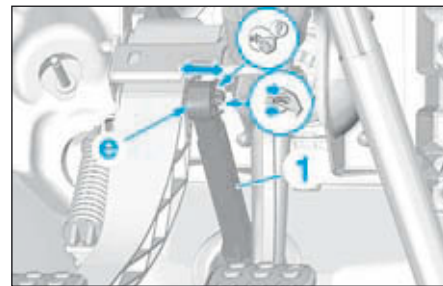

FIG.12
- S'assurer du bon clipage de la tige de poussée (1) sur la pédale en (e) (tirer-pousser) (Fig.12).